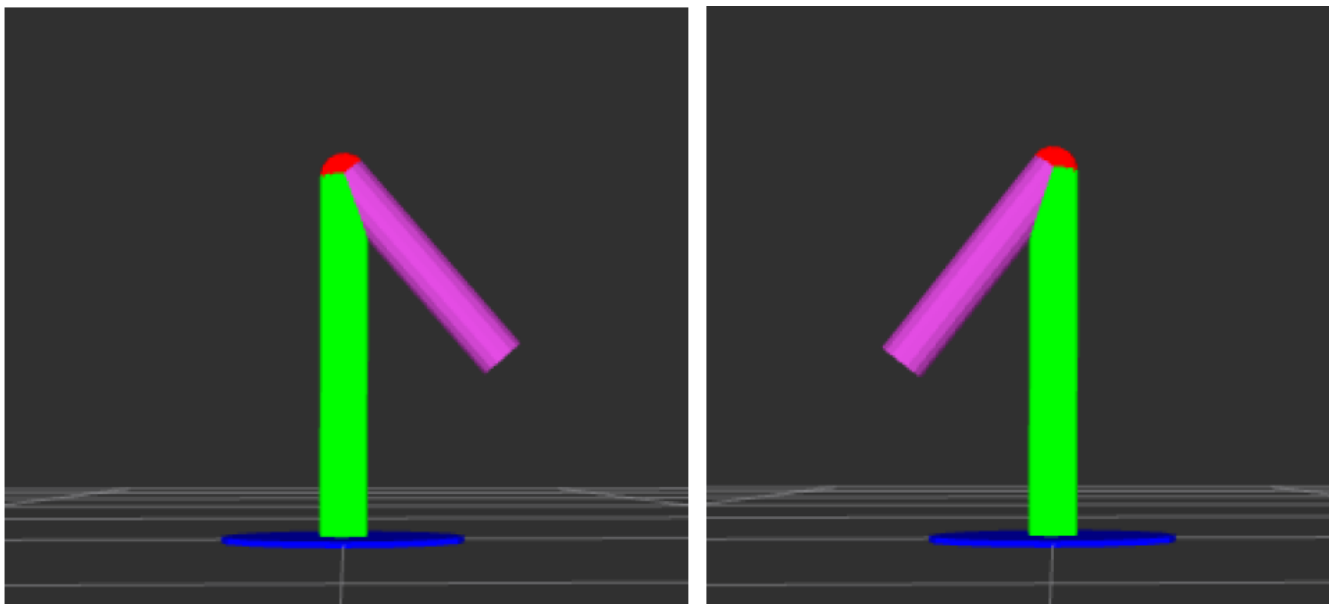

Figura 1
3. (1 pts) Realizar las modificaciones necesarias en el modelo de tal modo que el modelo final luzca como el mostrado en la Figura 1 (nota: el color del eslabón final tiene los siguientes componentes RGB: 0.6, 0.2, 0.6). Además, la nueva longitud del eslabón 1 (`link1`) es 0.6 m.